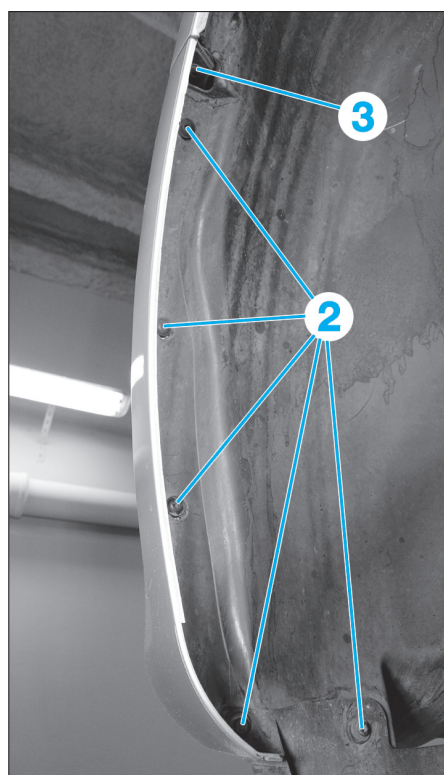

Fig. 2
- Déposer les vis des passages (2) de roue avant gauche et droit maintenant le bouclier (Fig.2).